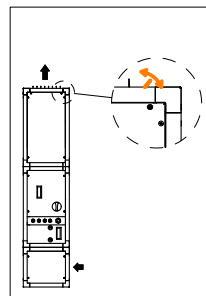

FIG.3
- Les grilles de soufflage, disponibles comme accessoire, sont réglables dans une direction permettant de d'orienter le flux d'air selon le besoin (Fig. 3).